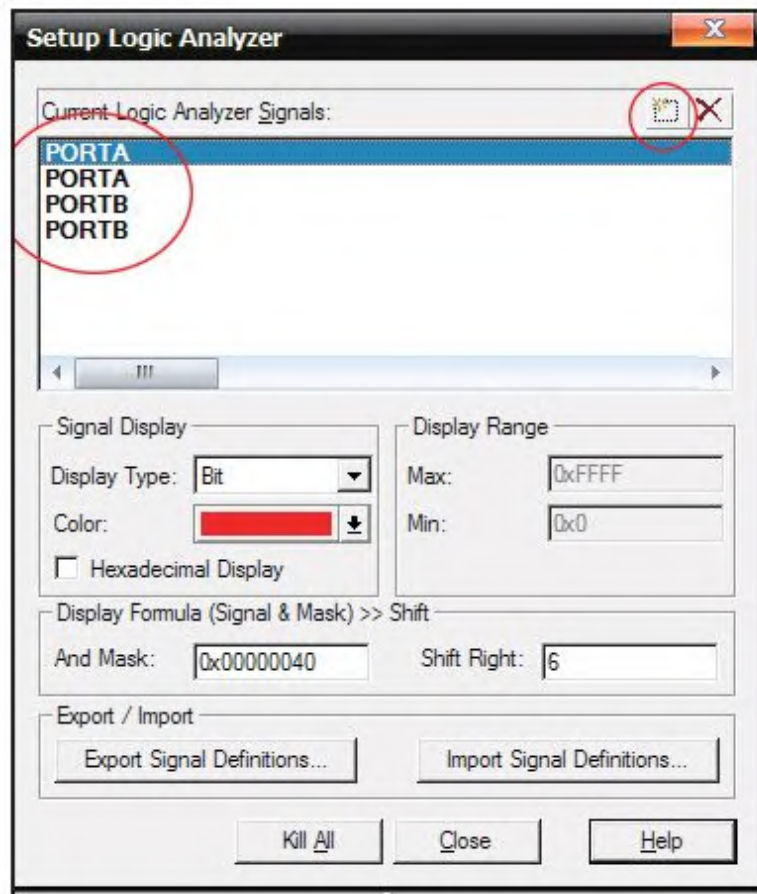

图 13-16 输入要查看的引脚
4) 点击NEW (Insert) 图标, 见图13-16, 在下面的文本框中输入TIM3的PWM通道, 这里分别是: PORTA. 6、PORTA. 7、PORTB. 0、PORTB. 1。然后点击 “Close” 按钮。